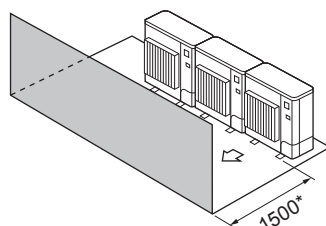

Fig. 2-10
⑨ Hindringer kun foran (Fig. 2-10)